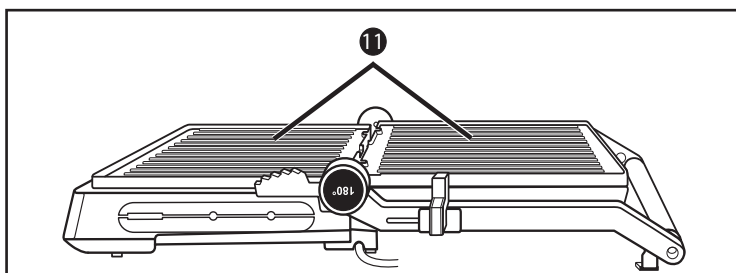

Fig. 2
- 3) As placas de aquecimento 11 encontram-se agora lado a lado e podem ser utilizadas como grelhador de mesa (fig. 2).